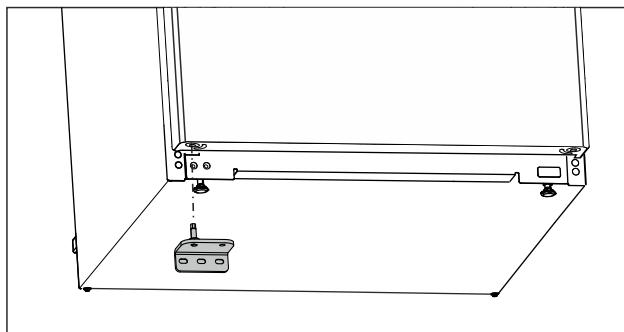

Fig. 20
- Nasadte ložiskovú konzolu na opačnú stranu. (pozri Fig. 20)